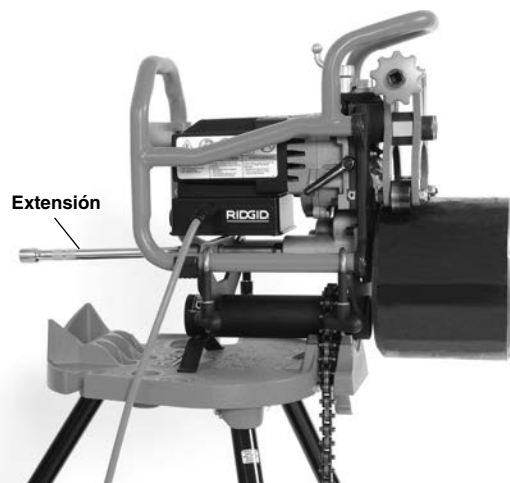

Figura 10 – Biseladora fija, con un tubo que mide menos de 12 pulg. de largo y pesa menos de 50 libras
8. Monte la extensión de 10 pulg. de largo y $\frac{1}{2}$ pulg. de diámetro en el eje de funcionamiento de la biseladora (vea la *Figura 10*).
apoyar el tubo. El tubo se coloca directamente sobre el rodillo de mando y se fija con los rodillos guía (*Figura 10*).